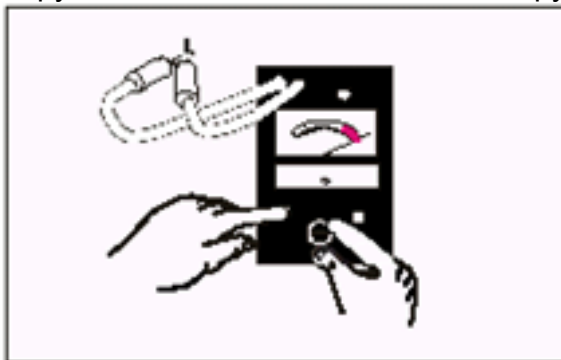

рис.6
3.2.2 Виконати тестування контрольно-монтажного приладу (А-4-01) (рис.6):